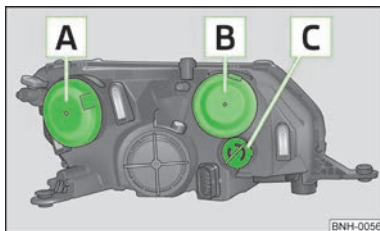

Fig. 126
- Retirar la tapa de goma **A** » fig. 126 de la página 163 » página 163.
- Retirar la tapa de goma » fig. 126 de la página 163 » página 163.